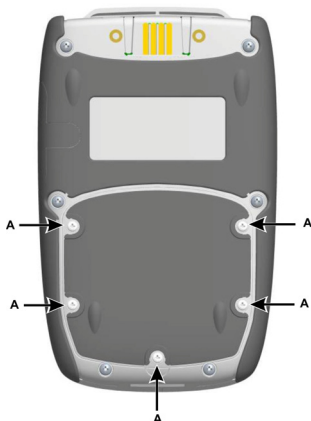

Fig. 1 Vue de la face arrière
1. Retirez les cinq vis cruciformes **(A)** (voir Fig. 1, vue de la face arrière).